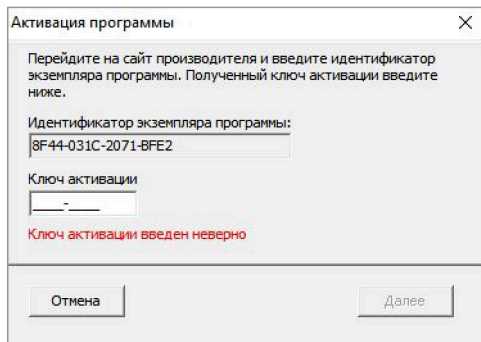

Рис. 18. Окно активации программы
2. При первом запуске «Гарант-Р. Репитер» потребуется провести активацию программы (см. рис. 18), для этого: